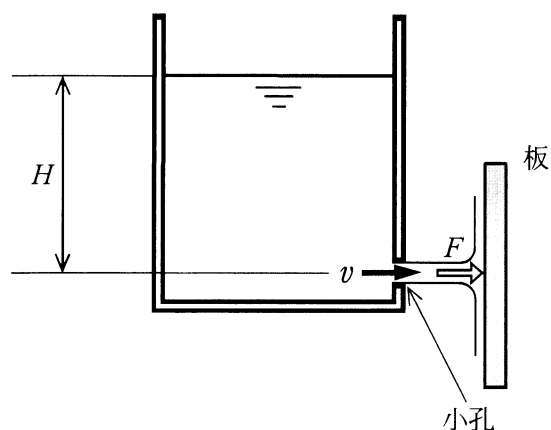

図2 タンクからの噴流
2) 図2のような大きなタンクの中に密度  $\rho$  の液体が入っており、深さ  $H$  のところに断面積  $A$  の小孔があり、その孔から液体は流出して、流れに垂直に設置されている板に衝突している。液体の流出によって液位に変化はないものとする、小孔出口での液体の流出速度  $v$  は式 4 である。小孔から出た噴流の断面積が小孔の面積に等しく、板に衝突後の液体は板に沿って流れるものと仮定すると、板に働く力  $F$  は式 5 である。